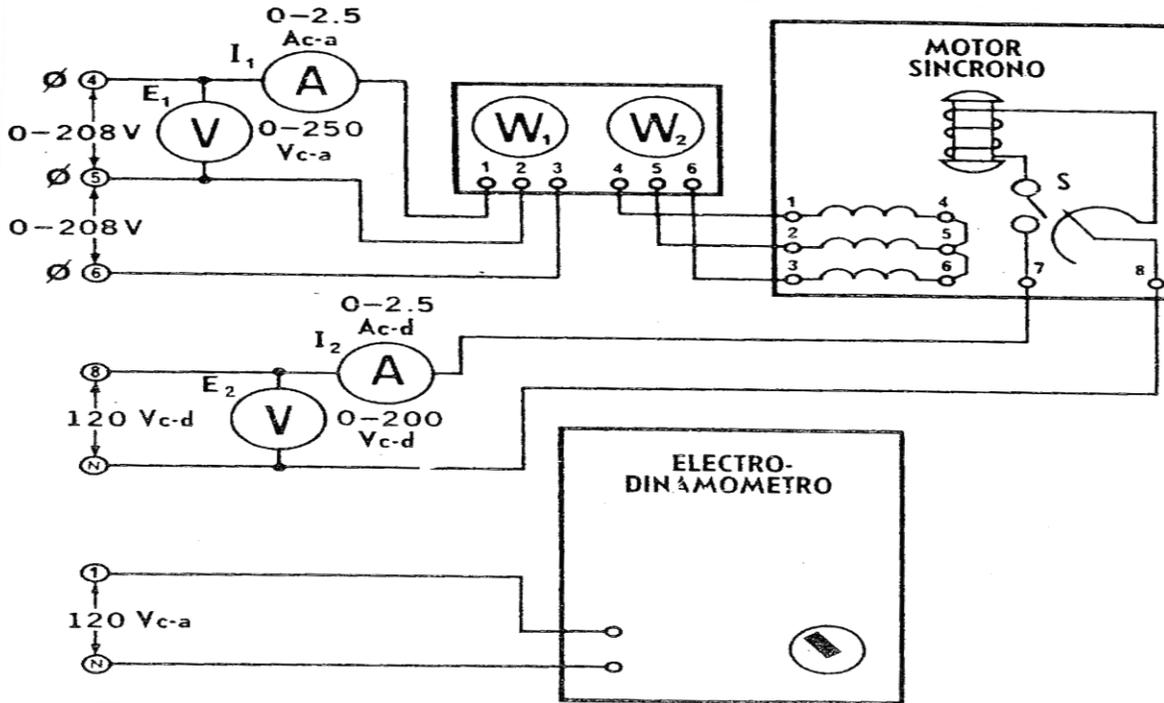

Figura 9-2
8. Conecte el circuito ilustrado en la **Figura 9-2**, utilizando los **Módulos EMS de motor/generador sincrónico, vatímetro, electrodinámometro, fuente de alimentación y medición**. Observe que los devanados del estator están conectados a la salida trifásica variable de la fuente de alimentación, terminales 4, 5 y 6, y que el devanado del rotor se conecta a la salida fija de c-d de la fuente de alimentación, terminales 8 y N.